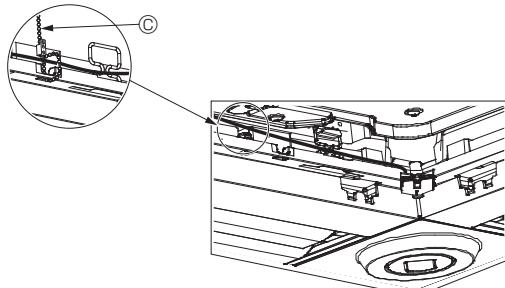

Fig. 6-13
- Şemada gösterildiği gibi i-See sensör ve sinyal alıcı kablolarnı, kablolarda gevşeklik olmayacak şekilde tespit malzemesi ile tespit edin ve daha sonra tespit malzemesinin fazla kısmını kesin. (Fig. 6-13)
- Eğer i-See sensör konumu “○” konumundan (E) “□” konumuna değiştirilmişse (F), anahtar ayarlarını değiştirin. (Bkz. sayfa 14.)